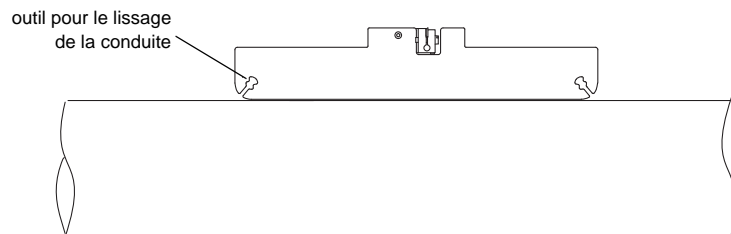

Fig. 2.1: Contrôle de la planéité du point de mesure sur la conduite
- Le point de mesure sur la conduite doit être aussi plan que possible. Contrôlez la planéité de la surface de la conduite avec le haut de l'outil pour le lissage de la conduite (voir Fig. 2.1).